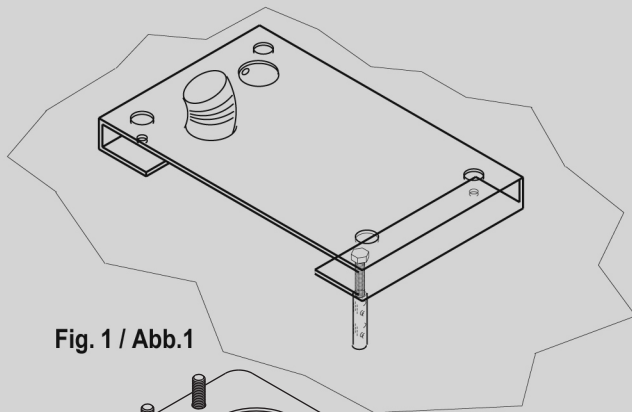

Fig. 1 / Abb.1
1. Fixer la plaque d'ancrage soit avec 4 chevilles à expansion, soit en la noyant dans du béton (fig. 1).
1. Fijar la placa de anclaje con 4 tornillos de expansión o aislándola en el hormigón (fig. 1).
1. Fix the anchor plate either with 4 screw anchors or embedding it in concrete (fig. 1).
1. Die Verankerungsplatte entweder mit 4 Spreizdübeln befestigen oder im Beton einbetten (Abb. 1).
1. Bevestig de verankeringsplaat met 4 chemische ankers of isoleer de plaat in beton (fig. 1).